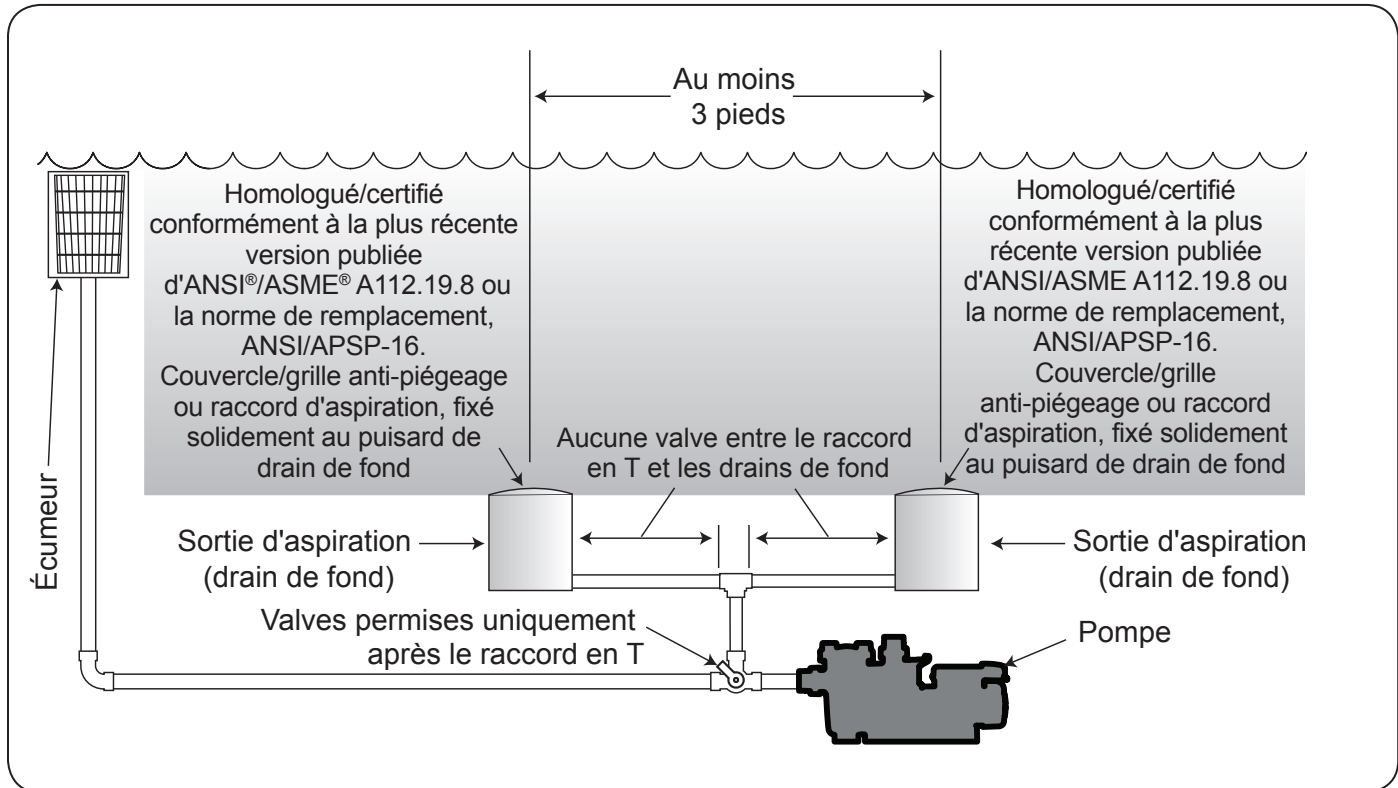

Figure 1. Nombre de sorties d'aspiration par pompe
Nombre de sorties d'aspiration par pompe – Prévoyez au moins deux (2) drains de fond hydrauliquement équilibrés, avec couvercles, comme sorties d'aspiration pour chaque tuyauterie d'aspiration de pompe de circulation. Les centres des drains de fond (sorties d'aspiration) sur une (1) conduite d'aspiration doivent être éloignés d'au moins trois (3) pieds (91 cm) l'un de l'autre, entre-axes. Voir la Figure 1.
drain. Voir la Figure 1.